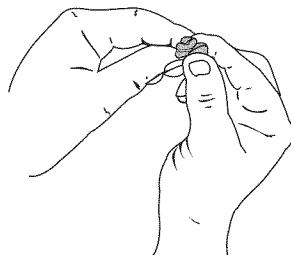

Fig. 27
- Apriete el filtro para espaciar y retirar el exceso de aceite (Fig. 27).